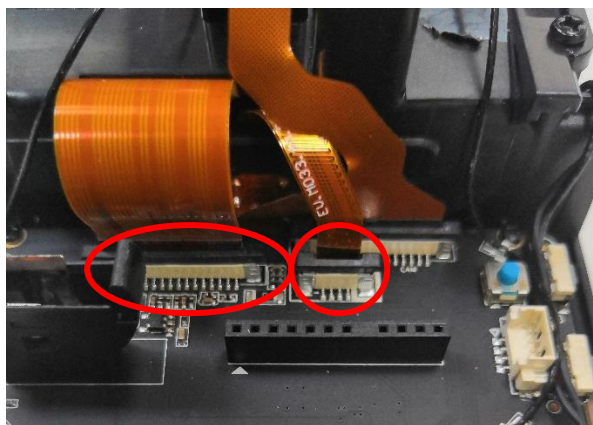

Рисунок 20. Отключение шлейфа магнитной головки и шлейфа ТПМ.
11. Подключить шлейф ТПМ к соответствующему разъёму платы модуля управления, закрыть фиксатор разъёма обратной стороной пинцета (**Рисунок 20**).
12. Подключить шлейф магнитной головки к соответствующему разъёму платы модуля управления, закрыть фиксатор разъёма обратной стороной пинцета (**Рисунок 20**).